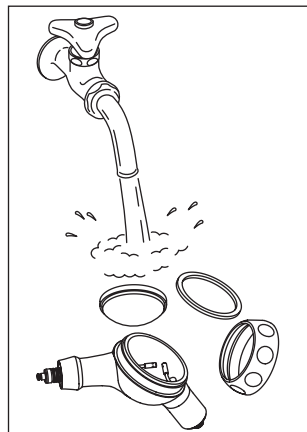

Рис.13
- 3) Смойте очищающий порошок, налипший на внутреннюю поверхность контейнера порошка / крышки под струей воды. (Рис.13)